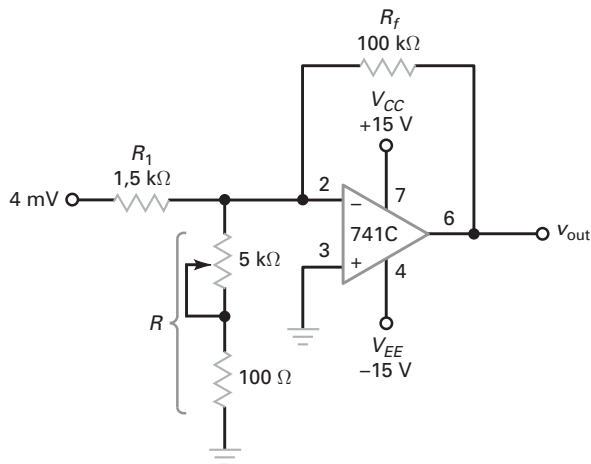

Figura 18-37
- 18-4** Qual a tensão de saída na Figura 18-37? Qual a largura de banda mínima e máxima? (Use $f_{\text{unitário}} = 1 \text{ MHz}$.)